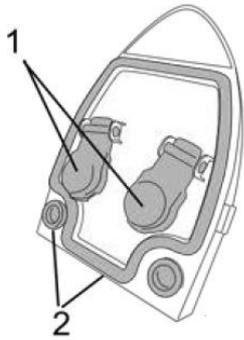

Abb. 17: Schwimmer (Pos. 1) und Dichtungen (Pos. 2)
- Dichtungen mit einem feuchten Tuch reinigen (2, Abb. 17)